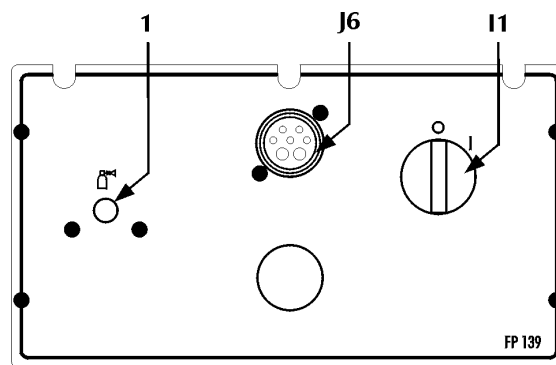

Fig.4
2.2 Cuadro de mandos trasero (Fig. 4)